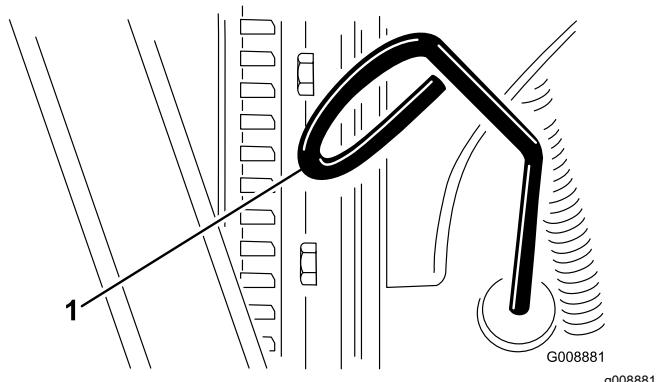

図 20
2. ディップスティック図 20 を抜きウェスで一度きれいに拭く。